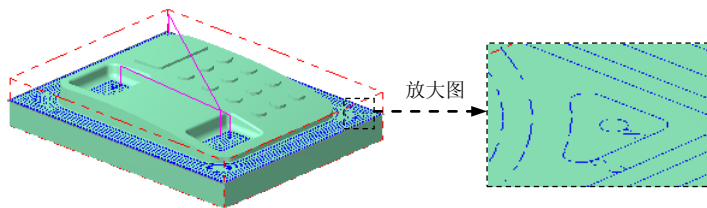

图 10.2.31 刀具路径
Step7. 单击“曲面粗车-挖槽”对话框中的  按钮，完成加工参数的设置，此时系统将自动生成图 10.2.31 所示的刀具路径。